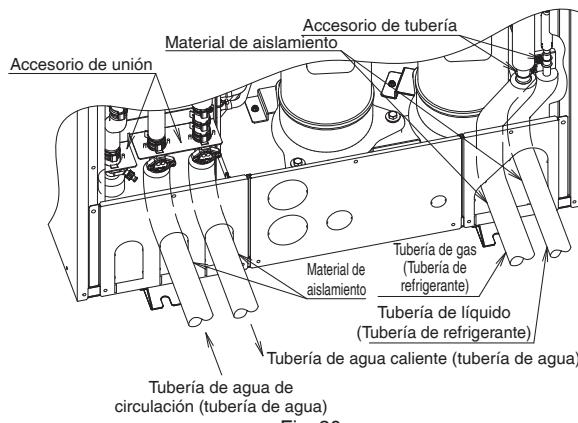

Fig. 30
- Para proteger el cableado de la tubería de gas que es una parte sometida a altas temperaturas, aíslle las tuberías de líquido y de gas del lado de la unidad en cascada hasta el accesorio de tubería dentro de la unidad. (consulte la Fig. 30)
- Aíslle la tubería del agua de circulación y la tubería de agua caliente de la unidad en cascada hasta el accesorio de unión dentro de la unidad. (consulte la Fig. 30)
- La Fig. 30 muestra ejemplos de la salida de la tubería de refrigerante de la unidad de la fuente de calor. Realice el mismo procedimiento para la tubería de refrigerante y la salida de la tubería de agua de la unidad en cascada.